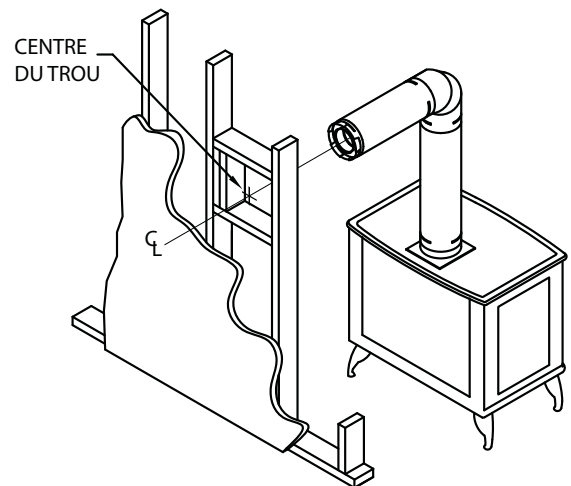

Figure 6
(2) Les longueurs horizontales du tuyau de ventilation doivent être soutenues afin de prévenir tout affaissement. Les sections de tuyau horizontales doivent être soutenues au moins tous les 1,2 m (4 pieds). Des brides murales ou du ruban de plomberie peuvent être utilisés à cet effet. D'une autre façon, du ruban de plomberie ou tout autre matériau non combustible approprié peut être utilisé pour soutenir le tuyau de ventilation.
(3) La ventilation DirectVent Pro n'a pas besoin d'être scellée avec un produit d'étanchéité, sauf en cas d'exigence du fabricant de l'appareil.
Étape 3. L'adaptateur et les sections de tuyau reliés à l'appareil, déplacer l'appareil à sa bonne position et marquer le mur pour y percer un trou carré de la bonne dimension. Se reporter au *Tableau 1, page 8* pour la bonne dimension de l'ouverture carrée, sauf indication contraire des exigences d'espacement du fabricant de l'appareil. L'axe du conduit doit être aligné avec le centre du trou carré (*Fig. 6*). Découper et armer le trou carré dans le mur extérieur où l'évent va se terminer. Un manchon d'emboîtement mural ou un coupe-feu mural peut être exigé par le fabricant comme protection thermique